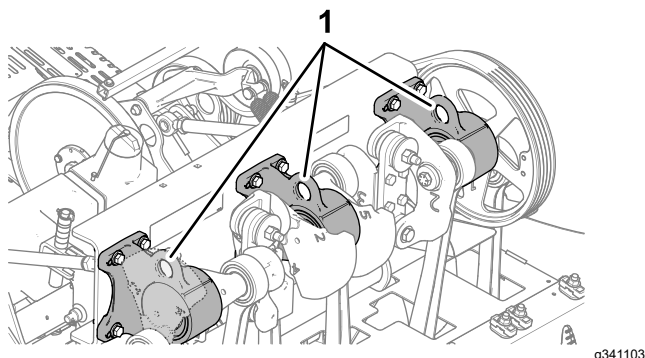

Figure 3
**Remarque:** Si possible, utilisez un pont élévateur pour soulever l'arrière de la machine. Utilisez les œillets des logements de roulements de la tête d'aération comme points de levage (Figure 3)